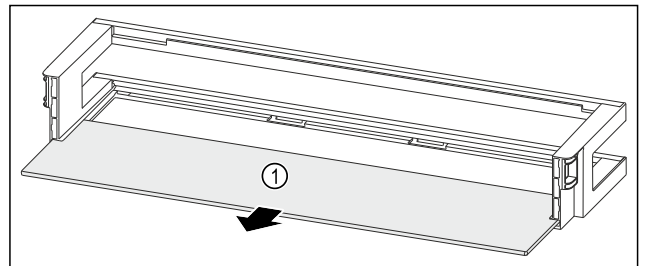

Fig. 84 Balconnet de contre-porte avec tablette de rangement
- ▶ Retirer la tablette de rangement Fig. 84 (1).